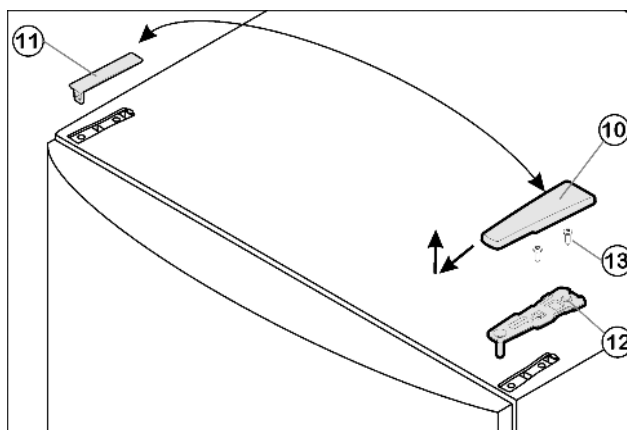

Fig. 8
- Enlever le cache Fig. 8 (10) vers l'avant et le haut.
- Retirer le cache Fig. 8 (11).
- Dévisser le Fig. 8 (12) support d'appui supérieur (2 Torx® 25) Fig. 8 (13) et retirer vers le haut.